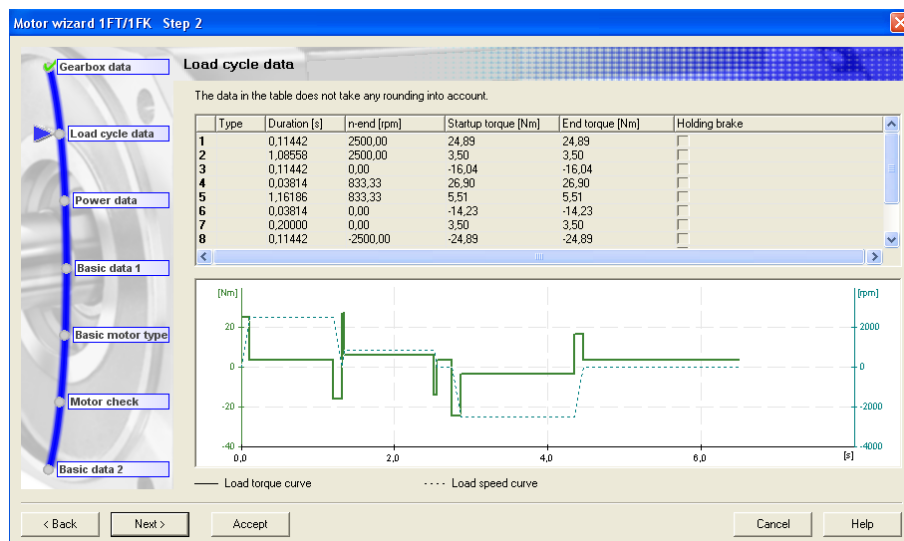

Figura 3.2.46 “Load cycle data”
Paso 2 *Load cycle data* (figura 3.2.46): en este paso se puede observar el ciclo de trabajo del sistema mecánico, en este caso, el del husillo a bolas de eje Y (*Ball screw Y*). Como este ya se ha configurado anteriormente, se revisará para comprobar que coincide y si es así pulsamos *Next*.